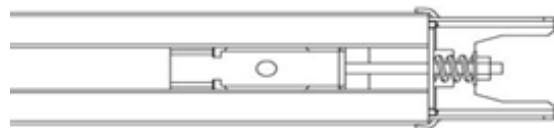

Figure 10
4. Schieben Sie den Spannbolzen durch die Öffnung im Endbügel, bringen Sie die Feder und die Mutter wieder an und ziehen Sie die Mutter bis in die in Abbildung 10 angegebene Position an. Entfernen Sie das Kunststoffband und den Kabelbinder von der Riemenscheibe. Das Schienensystem ist jetzt vollständig montiert.